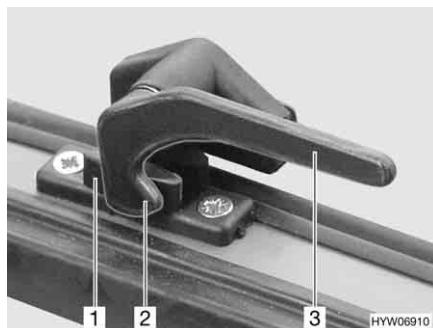

Fig. 31 Leva di serraggio in posizione "Chiuso"
- Ruotare la leva di serraggio (Fig. 31,3) di un quarto di giro verso il centro della finestra.
- Ruotare la leva di serraggio (Fig. 31,3) di un quarto di giro verso il telaio della finestra. Il nasello di chiusura (Fig. 31,2) si trova sul lato interno della chiusura della finestra (Fig. 31,1).
- In posizione "Completamente chiusa" (Fig. 31).